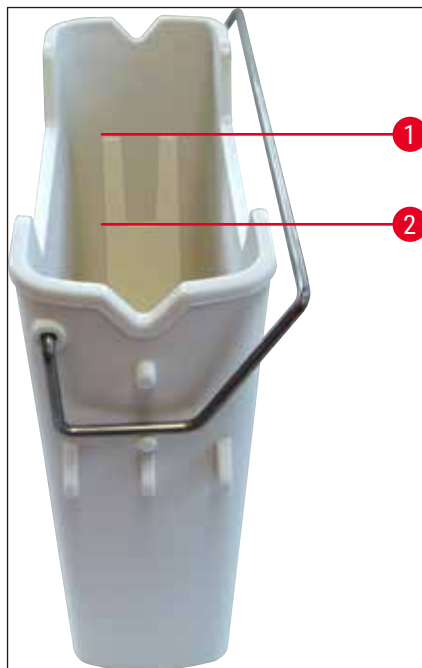

図 67
4. 充填レベルが十分なこと (→ 図 67)、そして試薬にコンタミがないことを確認します。コンタミが見られる場合は、キシレンを交換する必要があります (→ P. 37 - 4.6.3 試薬容器の用意、充填、挿入用待機槽への挿入)。試薬容器をクリーニングした後に再充填します。